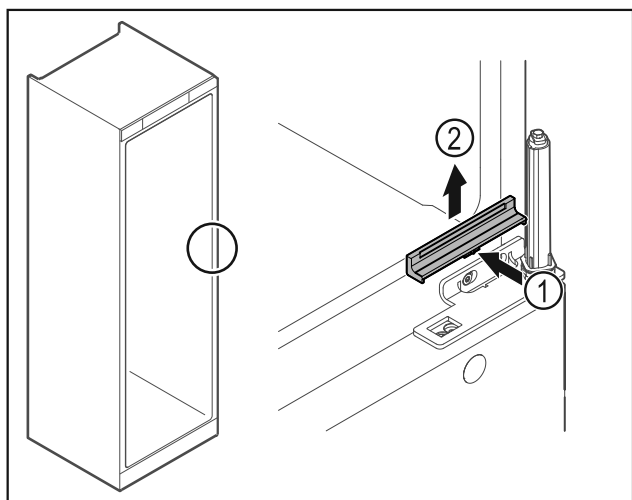

Fig. 26
- ▶ Pokrov Fig. 26 (1) na sredini rahlo potisnite not in snemite v smeri navzgor Fig. 26 (2).